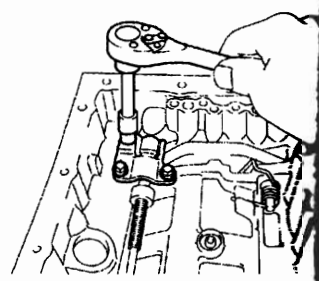

图 12-1-7
- (22) 如图 12-1-7 所示, 拆下 3 个螺栓和停车锁止爪支架。